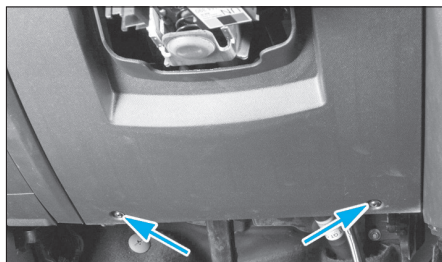

FIG. 6
- les deux vis de l'habillage inférieur de planche de bord (Fig.6),